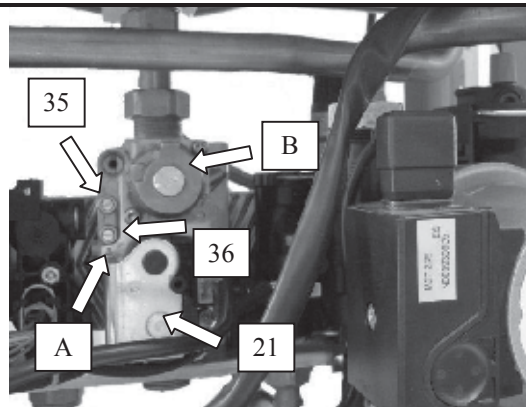

Fig. 6.7
- 2 Open the gas valve inlet pressure test point (36 in Fig. 6.7) at the valve input, connect a suitable pressure gauge, check the gas pressure of the supply network and compare the value on the gauge with the value indicated in the sections 4.4(gas supply pressures).
- 2 Откройте клапан для проверки давления газа (36 на рис. 6.7), подключите соответствующий измерительный прибор, измерьте давление газа в сети и сравните его показания со значением, указанным в разделе 4.4(давление газа в сети).
- 4 Loosen the internal screw 35(Fig. 6.7) on the Outlet Pressure Test Point of the Gas Valve and connect a pressure gauge using a suitable hose.
- 4 Ослабьте внутренние болты 35 (рис.6.7) на выходной контрольной точке газового клапана и подсоедините датчик давления, используя подходящий шланг.
- 11 Compare the value on the gauge with the values on the following table (Tab. 6.1). To adjust the minimum pressure rotate the minimum adjustment A (Fig. 6.7)
- 11 Сравнить показания манометра со значениями в таблице (Таблица 6.1). Для регулировки минимального значения давления повернуть регулятор настройки до минимального значения А (рис.6.7)
- 15 Remove cap screw B from maximum pressure regulator. (fig. 6.7)
- 16 Compare the value on the gauge with the values on the following table (tab. 6.2). To adjust the maximum pressure rotate the maximum adjustment screw B (fig. 6.7).
- 16 Снять винт с головкой В с регулятора максимального давления (Рис.6.7).
- 17 Сравнить значение манометра со значениями следующей таблицы (Таблица 6.2). Для регулировки максимального давления повернуть винт максимальной регулировки В (Рис.6.7).